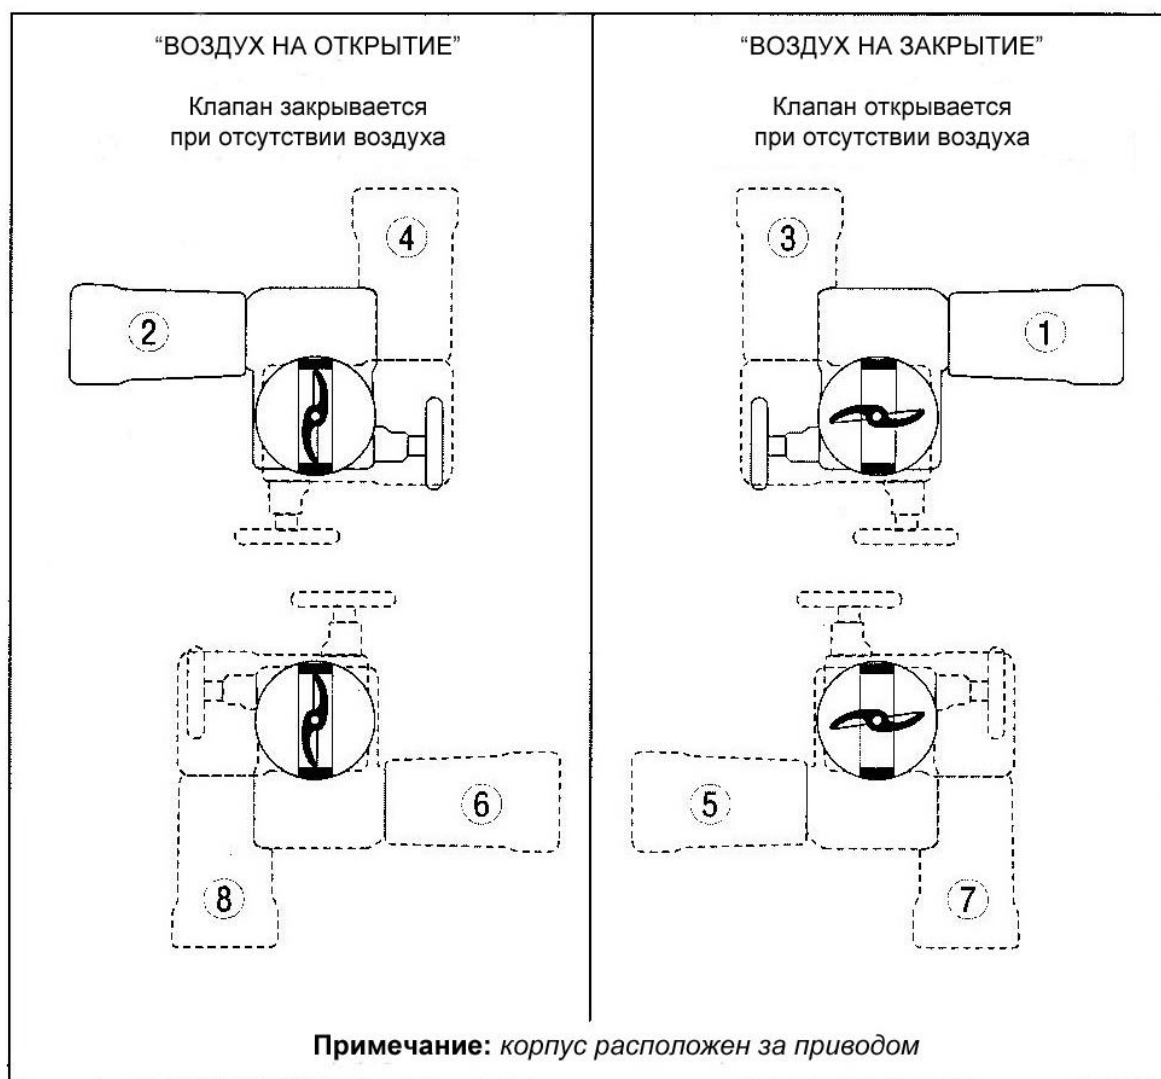

Рисунок 4 – Изменение положения привода
11.4.1. Изменение положения привода (см. рисунок 4)
Для каждого действия дискового затвора («Воздух открывает» или «Воздух закрывает») привод может быть установлен в стандартном положении параллельно трубе для самого низкого профиля, или в трех других положениях (см. рисунок 4). Положение привода обычно зависит от расположения смежного трубопровода, других препятствий различного рода или подвода воздуха питания.